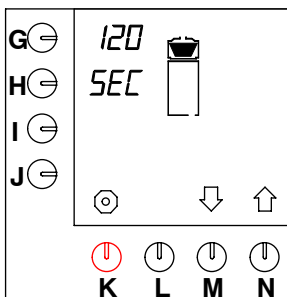

Fig. 48 Tempo di gocciolamento
- Premere il tasto di selezione (N.) \uparrow fino a che sullo schermo viene visualizzato quanto illustrato nella fig. 48 .